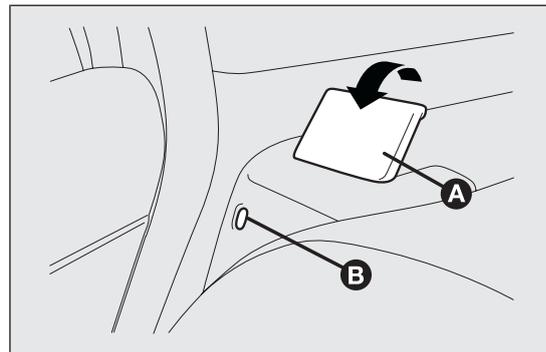

fig. 91
- levantar la palanca A fig. 91 de sujeción del respaldo y abatirlo hacia delante. El levantamiento de la palanca se confirma con una "banda roja" B.